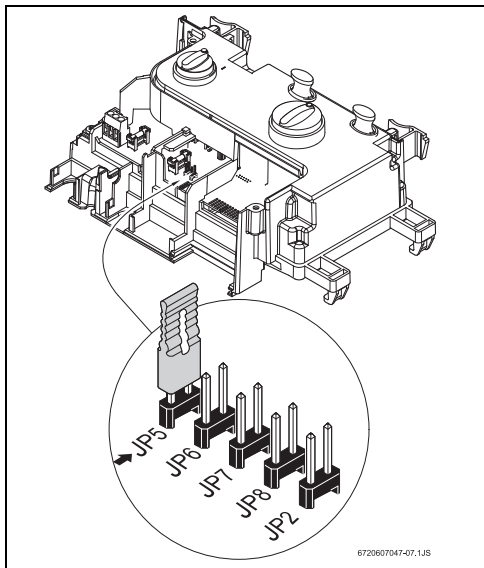

Fig. 24
- ▶ Para todos os tipos de gás o jumper JP5 vai já posicionado de fábrica (→ ver Fig. 24). Para os modelos WTD 17 a mudança do tipo de gás está concluída, registar a alteração na chapa de características do aparelho.